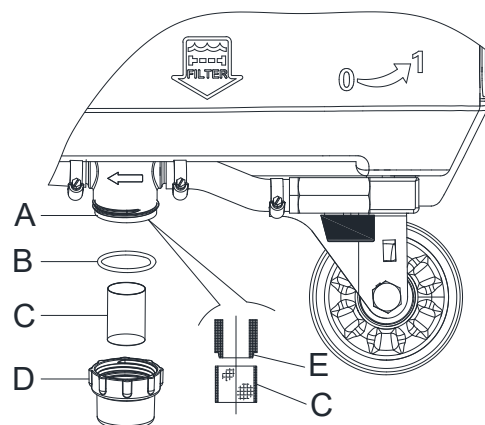

图 11
7. 取下过滤器盖 (D, 图11), 然后取下过滤网 (C) 并清洗, 再将它们装回到过滤器盒 (A)